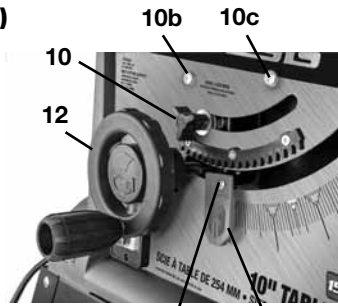

FIG 16
## REGLAGE DE LA HAUTEUR DE LAME (FIG 16)
## REGLAGE DES BUTEES POSITIVES A 90° ET 45° (FIG 16,17)
**Pour régler le 45° de la butée,** suivre les mêmes procédures que l'ajustement de l'arrêt de 90 positifs. Régler la lame à un angle de 45° contre une équerre combinée. L'arrêt de 45° positive vis écrou de réglage et de la confiture (10c) est sur le côté droit. Voir la figure 16.
## REGLAGE DE L'INDICATEUR D'ANGLE DE BISEAU (FIG 16)
1. Desserrez le bouton de verrouillage de biseau (10), appuyez sur la lame de contrôle de roue (12) et tourner à gauche pour la position de la lame à 90° mesuré à l'aide de combinaison de carrés. Voir la figure 16.
## REGLAGE DE LA COUPE EN BISEAU (FIG 16)